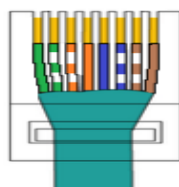

Figura 23.
-“Verde, blanco verde, blanco naranja, naranja, azul, blanco azul, blanco café y café”, (ver figura 23).